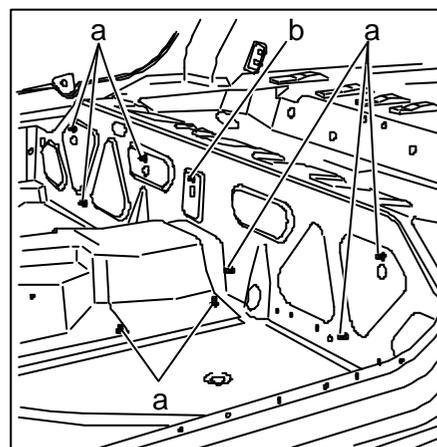

Fig. 6
- ✂ Couper les vis de fixation de la moquette (Rep. **a**, Fig. 6) sur le plancher.
- ATTENTION** de ne pas couper la vis (Rep. **b**, Fig. 6) servant pour la mise à la masse de la pompe à essence.